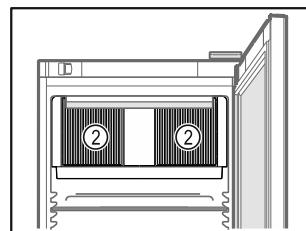

Fig. 62
- Cirkuliujančio oro ventiliatoriaus vésinimo plyšiai Fig. 62 (2) viduje turi būti neuždengti.